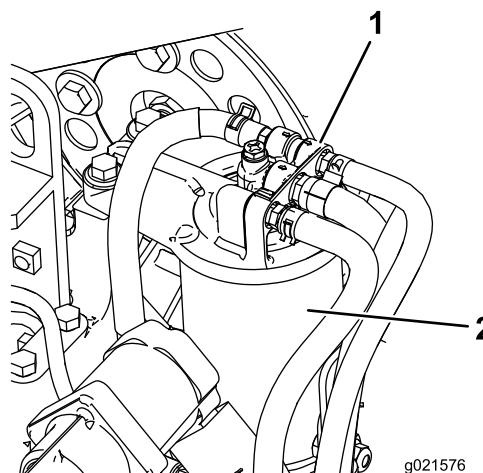

Figura 70
- Limpie la zona alrededor del cabezal del filtro de combustible (Figura 70).
2. Retire el filtro y limpie la superficie de montaje de la cabeza del filtro (Figura 70).